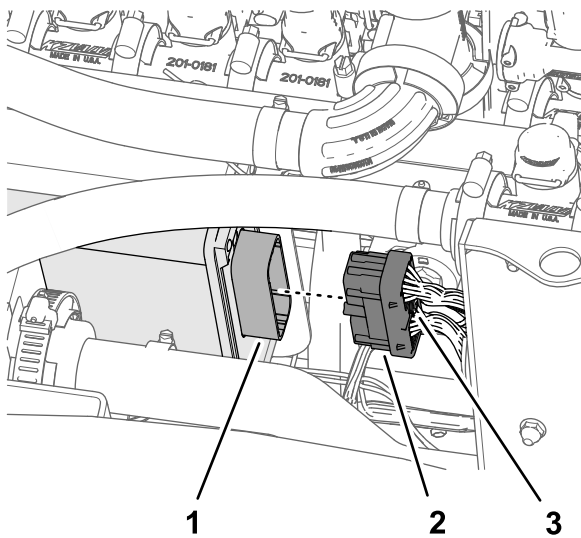

Bild 134
2. Stecken Sie den 40-Buchsen-Stecker des 102-cm-Kitkabelbaumzweigs in den 40-Stift-Stecker des ASC 10 Sprühsteuergeräts (Bild 134).
3. Schrauben Sie die Daumenschraube des 40-Buchsen-Steckers mit der Hand in den ASC 10-Stecker ein (Bild 134).